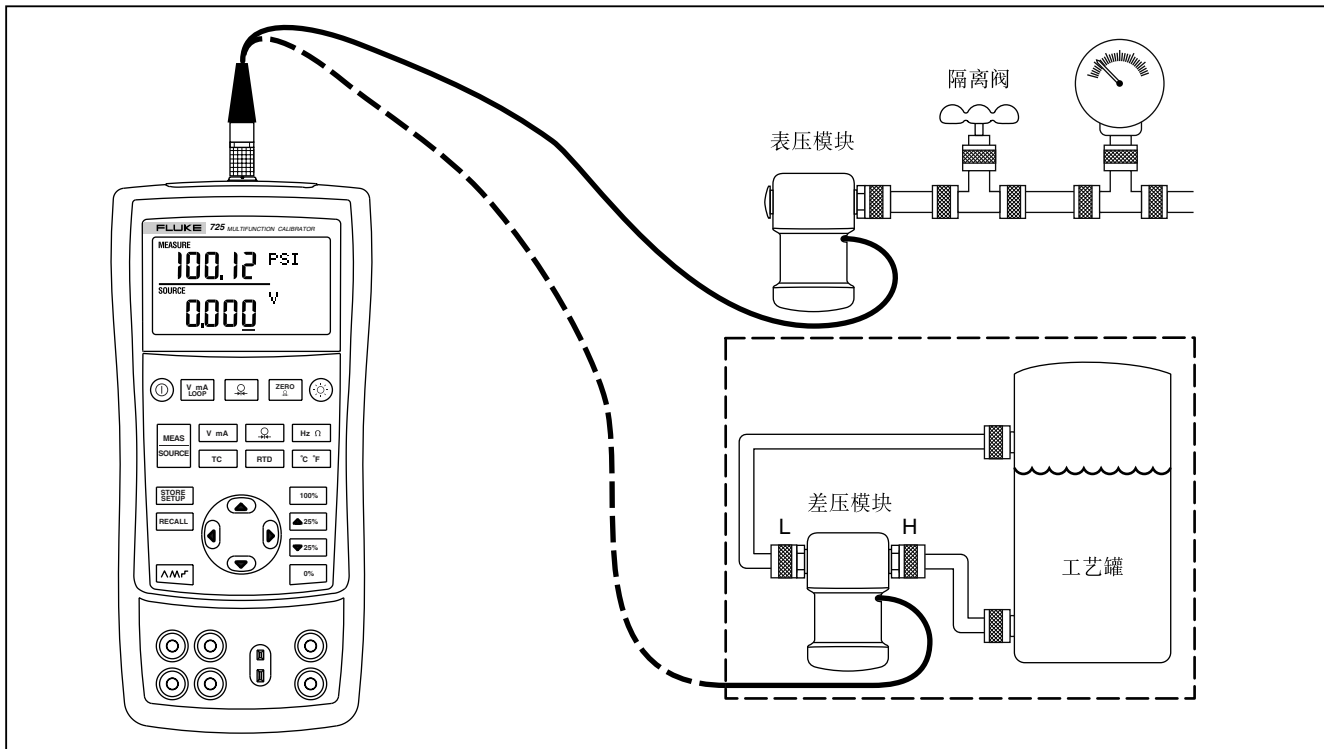

图 13. 测量压力的连接
1. 如图13所示把压力模块和校准仪连接起来。压力模块管接头的螺纹能接受标准的 1/4 英寸NPT 管接头。如果有需要，请用本仪表所提供的 1/4 NPT 到 1/4 ISO 的转接头。